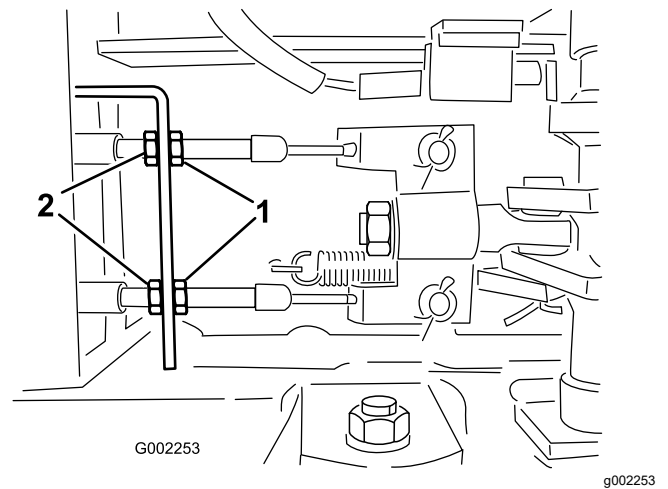

Figure 93
5. Desserrez les écrous de blocage avant sur les câbles de frein, sous l'extrémité avant du pulvérisateur (Figure 93).
6. Serrez les écrous de blocage arrière uniformément jusqu'à ce que la pédale s'enfonce de 1 à 2 cm avant que vous sentiez une résistance (Figure 93).